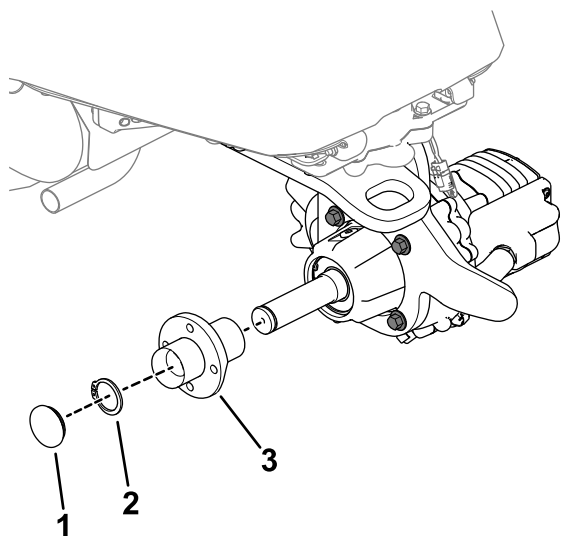

Рисунок 2
1. Снимите пылезащитную крышку со ступицы в сборе (Рисунок 2).